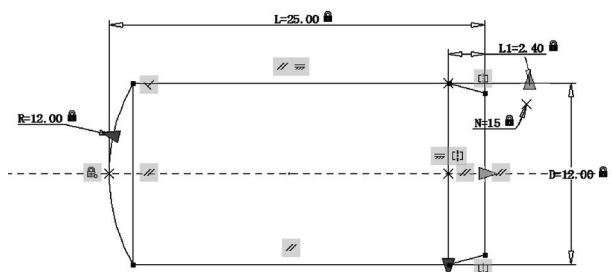

图9-42 约束参数
4) 利用“约束参数”对图形进行约束，并将其更名（ $R=12$ 、 $D=12$ 、 $L=25$ 、 $L1=2.4$ 、 $N=15$ “角度”），如图9-42所示。